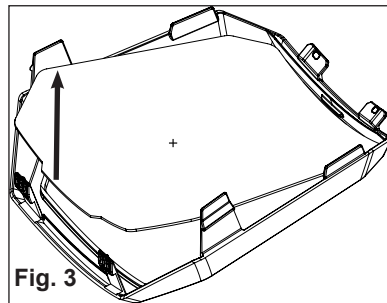

Fig. 3
4. Remove the outer lens from the outer bezel (**Fig. 3**). Discard the old lens in accordance with local policy.
4. Retirez la lentille extérieure de la lunette extérieure (**Fig. 3**). Jetez l'ancienne visière conformément à la réglementation locale.
4. Retira la lente exterior del bisel exterior (**Fig. 3**). Deseche la lente antigua de acuerdo con la normativa local.